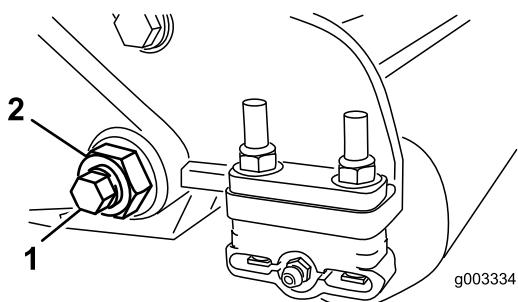

Figura 28
- Desaperte a porca de bloqueio que segura a cavilha da barra de apoio, em cada um dos lados da máquina (Figura 28).
- Remova cada uma das cavilhas da barra de apoio, de modo a permitir puxá-la e retirá-la da máquina (Figura 28).